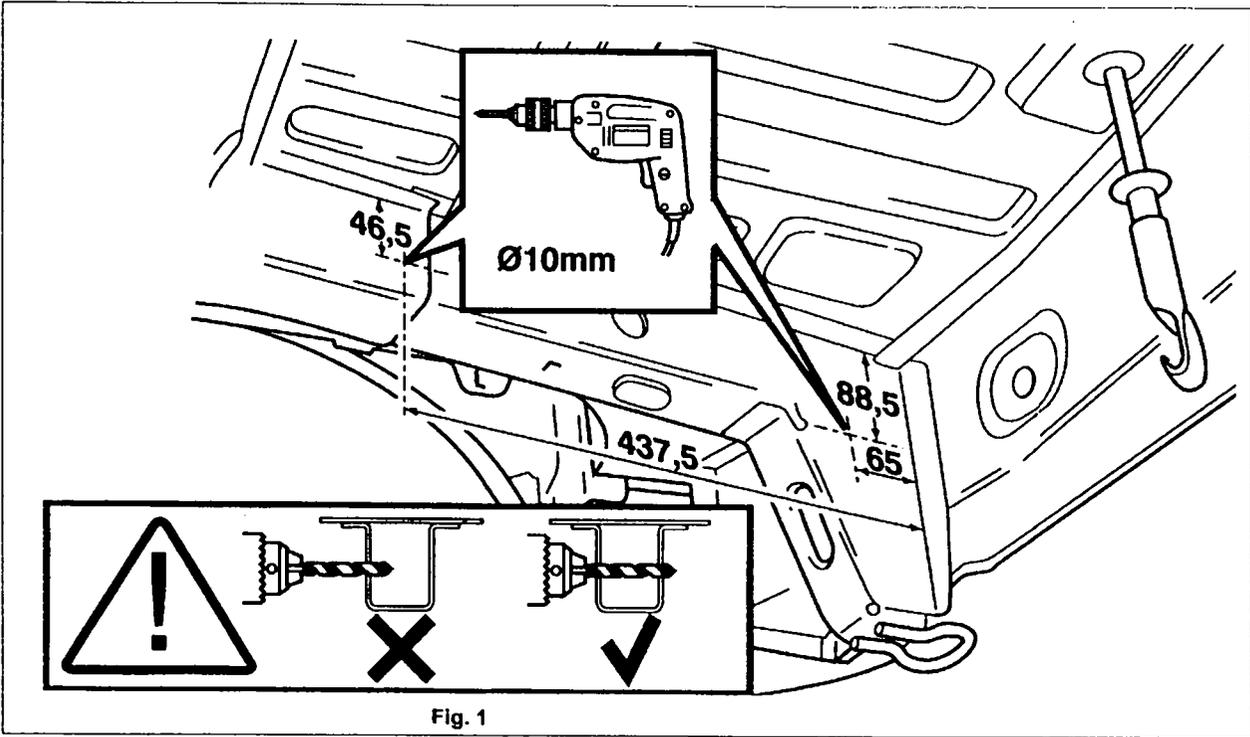

Fig. 1
6. Mark the holes "A" and "B" on the inside of the RH chassis as shown in figure 1. Drill the holes "A" and "B" through the chassis to \varnothing 10 mm.
6. Marquer les trous "A" et "B" à l'intérieur du châssis droit suivant la figure 1. Percer les trous "A" et "B" par le châssis au \varnothing 10 mm.
6. Marker hullerne "A" og "B" på indersiden af det højre chassis i henhold til fig. 1. Bor hullerne "A" og "B" gennem chassiset (\varnothing 10 mm).